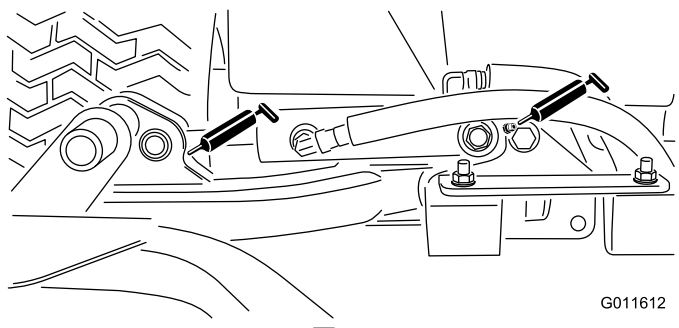

図 31
- ・ 昇降アームのシリンダ (各アームに2ヶ所) (図 31)
- ・ 昇降アームのピボット (各アームに1ヶ所) (図 31)